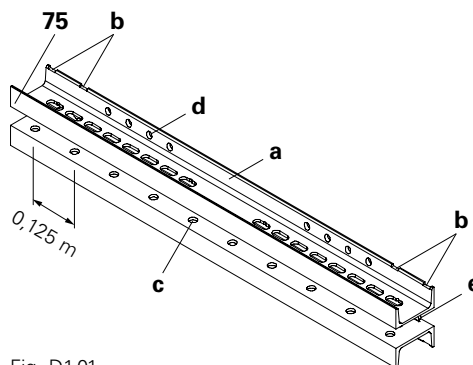

Fig. D1.01
- Piastre distanziatrici rafforzate solo anteriormente (e) (Fig. D1.01)